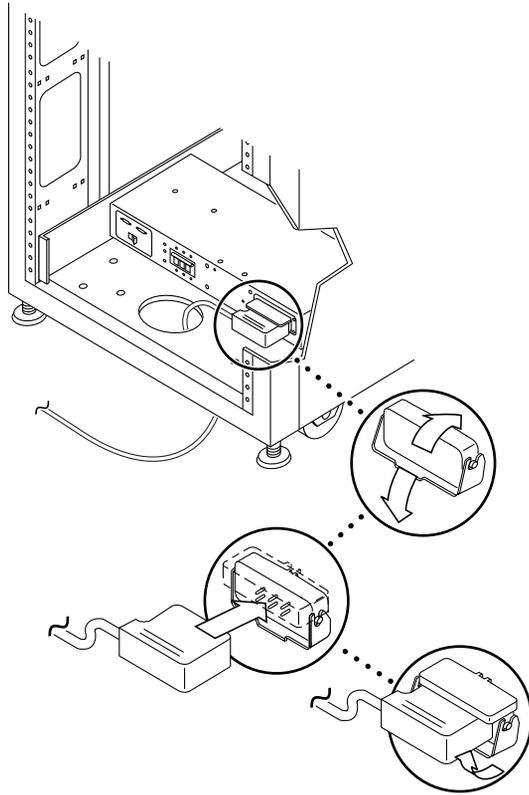

图 B-6 连接电源线
4. 将各根电源线连接到前、后电源序列发生器（图 B-6）：